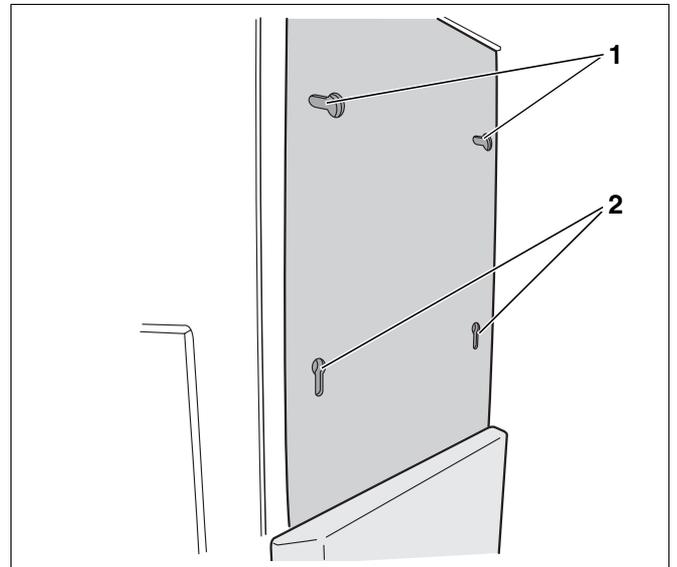
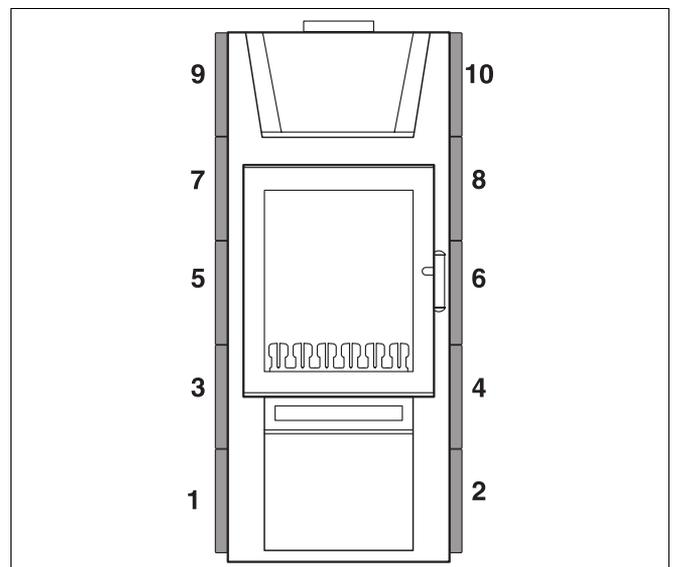

Abb. 15 Langlochöffnungen
Abb. 16 Positionen der Kacheln
Seitlich am Kaminofen befinden sich Langlochöffnungen zum Einhängen der Kacheln/Natursteine (Abb. 15).
Die Langlochöffnungen für die obersten Kacheln (Kachel 9 und Kachel 10, Abb. 16 und Abb. 15, **Pos. 1**) sind waagrecht angeordnet. Alle anderen Langlochöffnungen sind senkrecht ausgerichtet (Abb. 15, **Pos. 2**).
- Beim Einhängen mit Kachel Nummer 1 beginnen (Abb. 16).